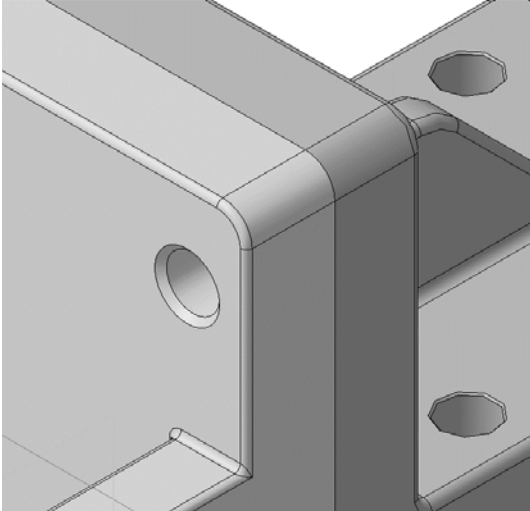

Рис. 109. Отверстие для добавления набора элементов
10.3.1 Увеличьте правый верхний угол сборки (рис. 109).